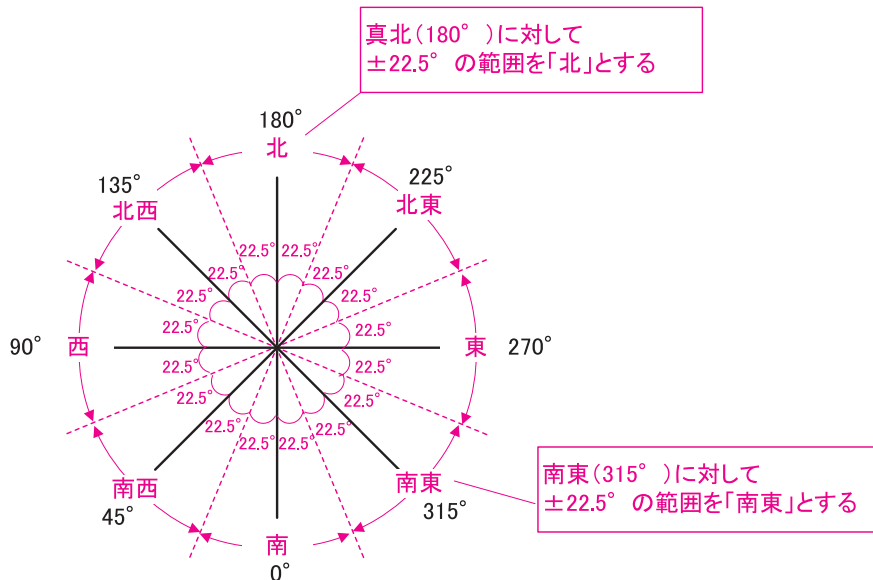

図 2-2-11 外皮方位の定義
- ◆例えば、「北」は、「真北」（「真南」を0°とすると、180°）に対して±22.5°の範囲とし、「南東」は南東（「真南」を0°とすると、時計回りに315°）に対して±22.5°の範囲とする。（図2-2-11「外皮方位の定義」、図2-2-12「外皮方位の設定例」参照）